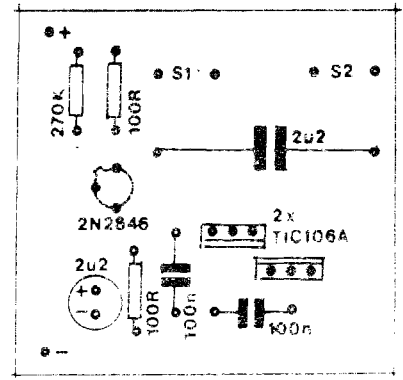

Fig. 4
- FIG. 4 - "CHAPEADO" DA MONTAGEM - Com a placa agora vista pela sua face não cobreada (ao contrário da figura anterior...), mais ainda em tamanho natural (vejam a "sombra" das ilhas e pistas cobreadas, situadas no "outro" lado, para efeito de referência...), todos os componentes (menos as lâmpadas controladas...) são vistos em suas posições definitivas de inserção e soldagem... É importante lembrar que alguns dos componentes são polarizados, e que, portanto, têm posição única e certa para ligação à